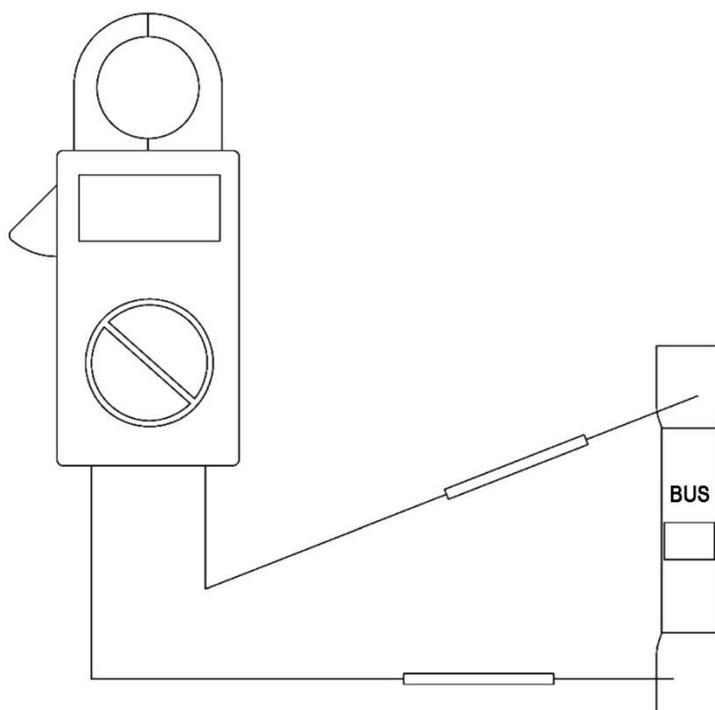

Ilustración 5
5. Verifique la continuidad a través del fusible (consulte la Ilustración 5).